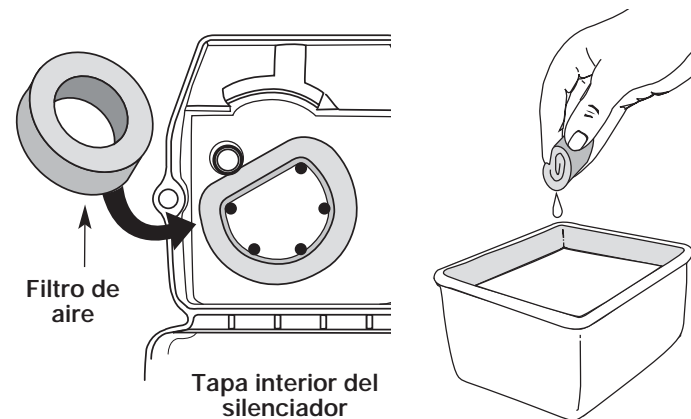

Figure 22
2. Gire la tapa y ubique el filtro de aire adentro. Saque el filtro de aire de adentro de la tapa del filtro de aire / silenciador (Fig. 22).
6. Cambie el filtro de aire dentro de la tapa del filtro de aire / silenciador (Fig. 22).